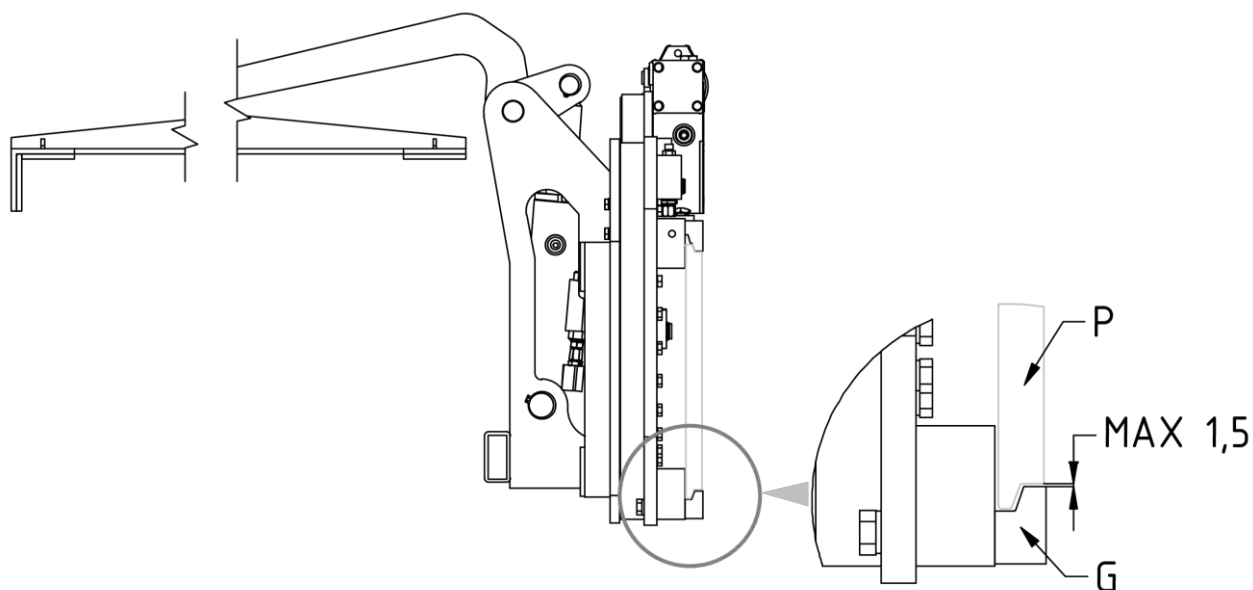
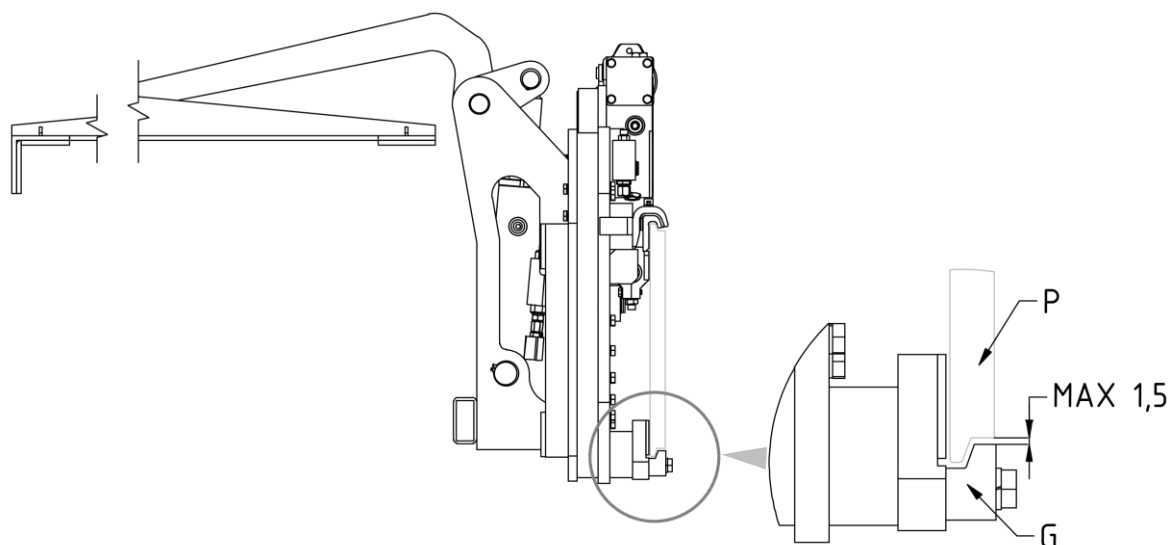

Figura 4
Figura 9
7. Atornillar los dos ganchos inferiores **G** para que su cuerpo quede enganchado debajo a la placa porta horquillas **P** (con un juego máximo de 1,5 mm, mira *Figura 4*), apretando con el par de apriete indicado en la *Tabla 3*.
8. Atornillar los dos ganchos inferiores **G** para que su cuerpo quede enganchado debajo a la placa porta horquillas **P** (con un juego máximo de 1,5 mm, mira *Figura 9*), apretando con el
4. Verificar la holgura entre la parte inferior de la plancha porta horquillas y los ganchos inferiores del implemento, verificando que sea como se indica en *Figura 4* (pag.12) y en *Figura 9* (pag.16 y, si es necesario, intervenir en el apriete de los tornillos que los sostienen.